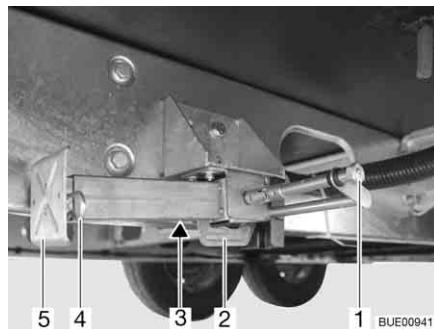

Bild 20 Stödben
- Placera hylsnyckeln på sexkanten (Bild 20,1) och vrid runt den tills stödbenet står rakt neråt.
- När längden på stödbenet kan justeras, dras sprinten (Bild 20,4) ut ur stödbenets förlängning (Bild 20,5).
- Placera hylsnyckeln på sexkanten (Bild 20,1) och vrid runt den tills stödbenet inte längre sitter mot marken.
- Skjut in stödbensförlängningen (Bild 20,5) helt och sätt in sprinten (Bild 20,4) i borrhålet på stödbensförlängningen.
- Vrid sexkanten (Bild 20,1) tills stödbenet svängs uppåt och spåret (Bild 20,2) är helt vid slutet av skåran (Bild 20,3).